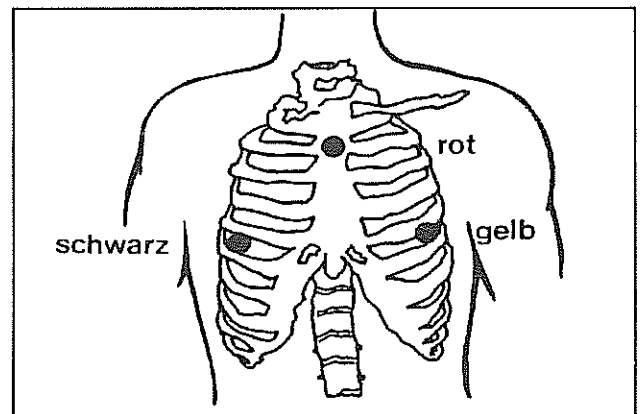

Bild 1
* Wenn Sie eine 3adrige Leitung verwenden, legen Sie die Elektroden entsprechend Bild 1 an: